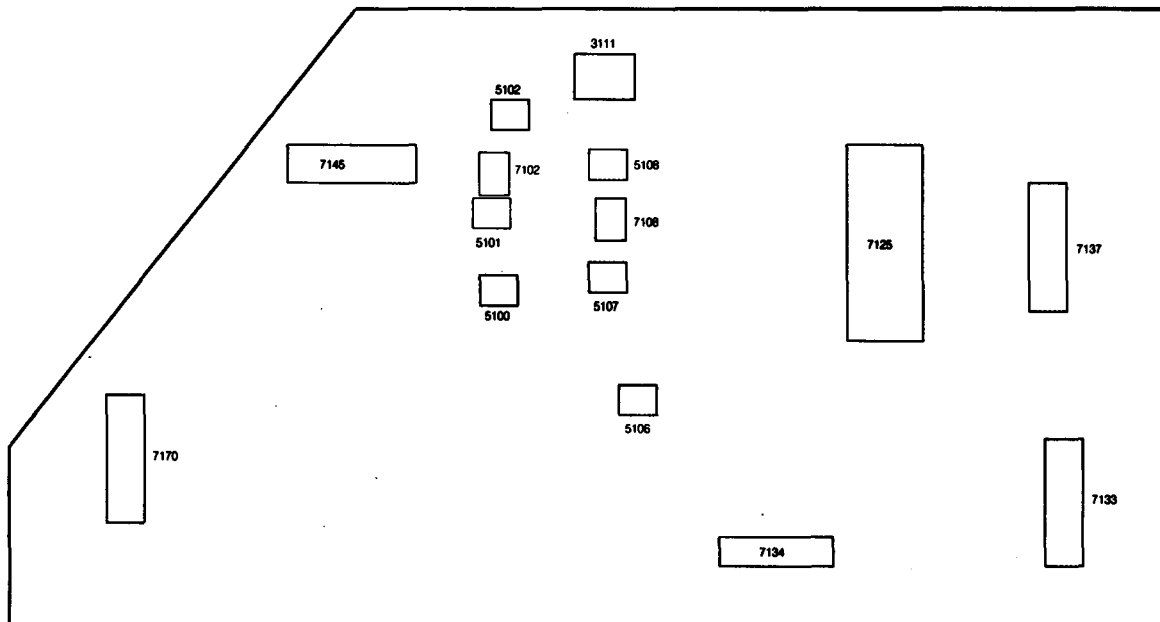

Fig. 7
E. EINSTELLUNGEN AM STEREODECODER (BILD 7)